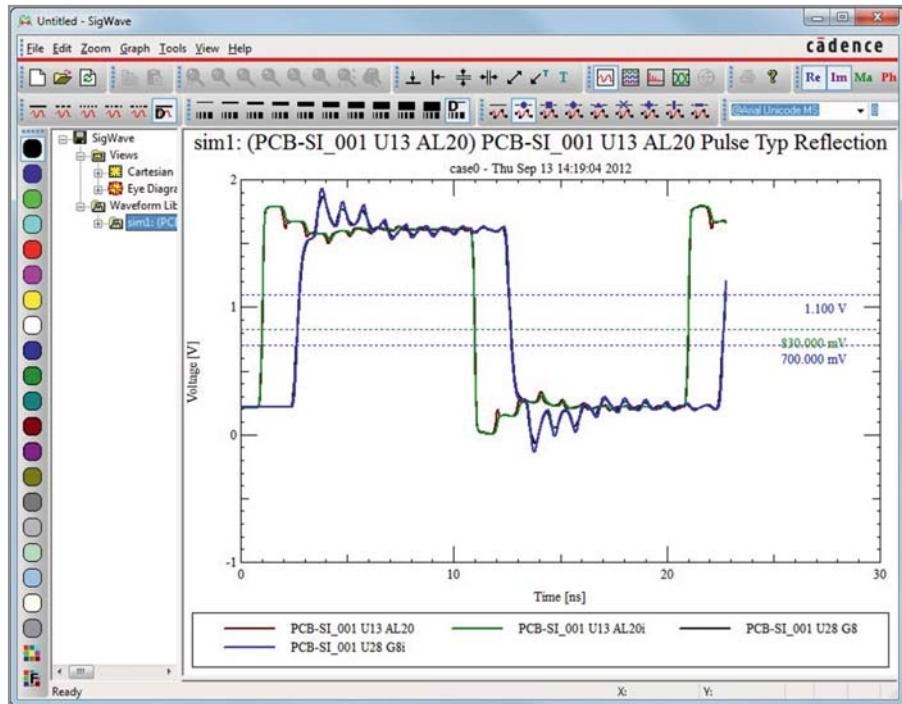

Рис. 4. Результат моделирования в SigWave
6) для запуска моделирования из окна *Signal Explorer* можно нажать кнопку на панели инструментов. По окончании моделирования переходного процесса в окне *SigWave* автоматически появится осциллографма (см. рис. 4).